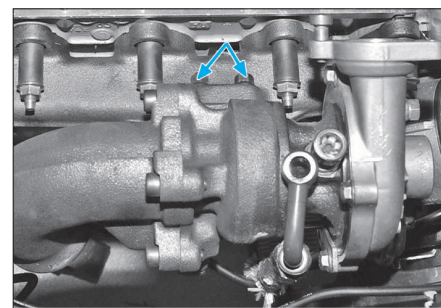

FIG. 54
- Déposer les 4 fixations de turbocompresseur (Fig.54).